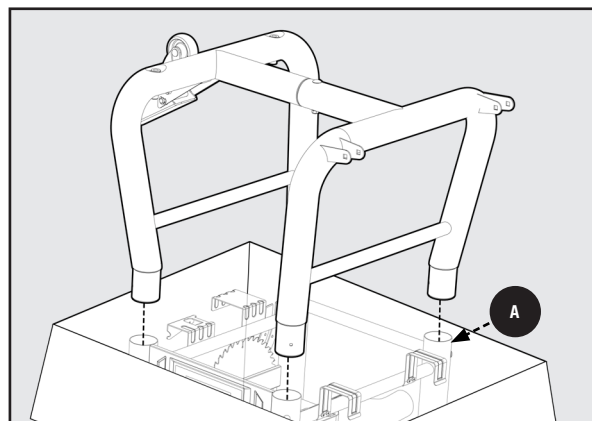

Figure 2
2. Insérez les quatre extrémités ouvertes des pieds du tube dans les colliers de pied (A) comme indiqué. À l'aide d'une clé de 10mm, fixez chaque pied avec un boulon et (4) écrou M6 x 72mm (HP4) et (4) écrou Nylock M6 (HP5) et serrez. Voir la Figure 2.